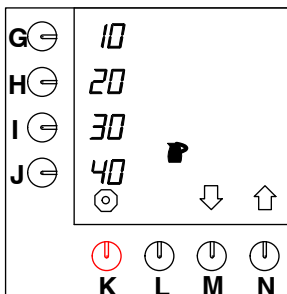

Fig. 27 Justering af forprogrammerede valgknapper for kander
- Tryk på valgknappen (N.)↑, indtil fig. 27 vises i displayet.